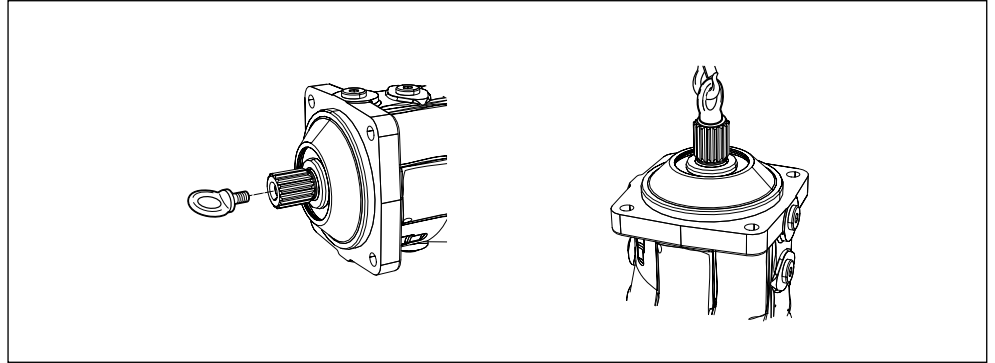

Abb. 4: Befestigung der Ringschraube
- Sie können die Axialkolbeneinheit wie in Abb. 4 gezeigt mit der in die Triebwelle eingeschraubten Ringschraube anheben.